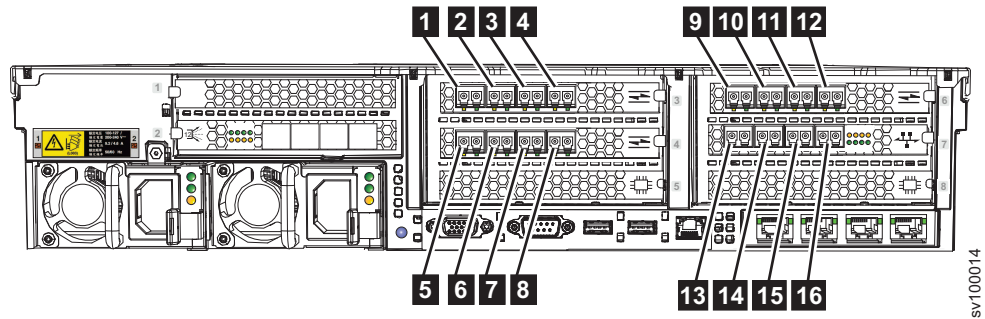

Figure 29. ports Fibre Channel
3. Facultatif : Si la fonction Fibre Channel est installée, vous pouvez connecter des câbles Fibre Channel aux ports Fibre Channel, comme cela est requis par votre configuration. La figure 29, à la page 27 présente un exemple d'unité avec des cartes Fibre Channel 16 Gbits/s installés aux emplacements 3, 4 et 6. Une carte Ethernet optique est utilisée pour les communications FCoE (Fibre Channel over Ethernet) et est installée à l'emplacement 7, fournissant des ports Fibre Channel supplémentaires.